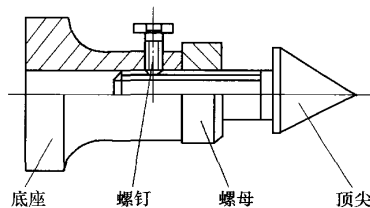

图 2
(1) 在工作开始时出现, 原因可能为: ①磨床未预热, 工作前应空转 10~15min, 使冷间隙缩小。②砂轮下方有切削液积聚, 造成不平衡。下班前应空转 10s, 甩去砂轮中的切削液。③外界有振动传入, 切断电源, 机床停止运转, 工作台上放置杠杆千分表, 表针指向砂轮主轴箱, 说明有振动。这个振动可能出现在主轴电动机上, 因为主轴电动机安装在一个弹性铁片上, 由于加工工件复杂, 这个弹性支承未能吸收所有振动, 振幅最大达到 0.03mm, 从而影响加工质量, 因此, 我们设计制造了三个可调支承(如图 2 所示)安装在机床上来支